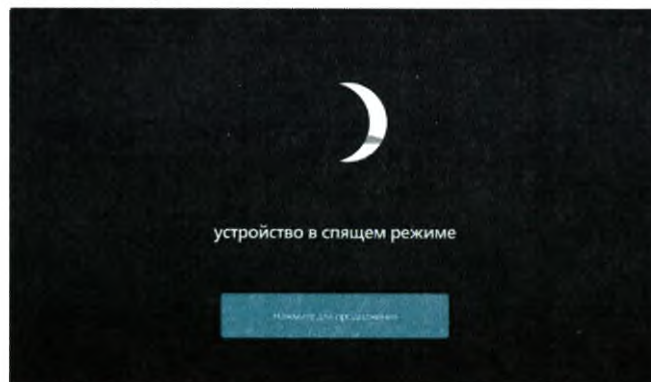

Рис.14.3 – Переход в спящий режим
14.5 Если прибор находится в статусе «Готов к работе» и не используется более 5 мин (не нажимается педаль, нет действий пользователя с экраном прибора), то прибор переходит в «Спящий режим» (рис.14.3).